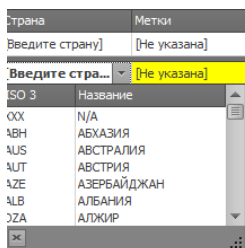

Рисунок 71
- Поле Страна - отображает страну происхождения устройства, задается при добавлении устройства или прямо в поле. Щелкните указателем мыши в поле страна, и выберите страну из выпадающего списка (Рис. 71).